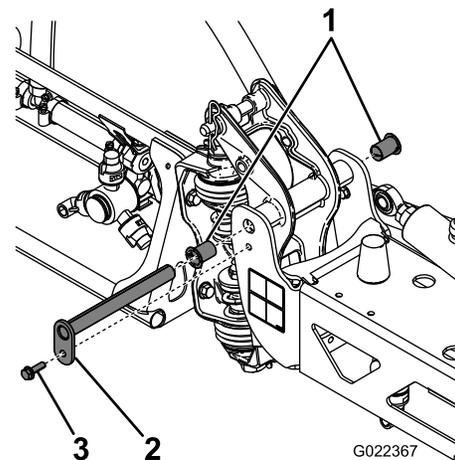

Figura 63
3. Con el peso del brazo apoyado, retire el perno y la tuerca que fijan el pasador de giro al conjunto de brazo (Figura 63).
4. Retire el perno y la tuerca que sujetan el pasador de giro y retire el pasador (Figura 63).
6. Retire los casquillos de nailon desde delante y desde detrás del soporte de giro e inspecciónelos (Figura 63).
7. Aplique una pequeña cantidad de aceite en los casquillos de nailon e instálelos en el soporte del pivote (Figura 63).
8. Instale el conjunto de brazo y soporte del pivote en el bastidor central, alineando los orificios (Figura 63).